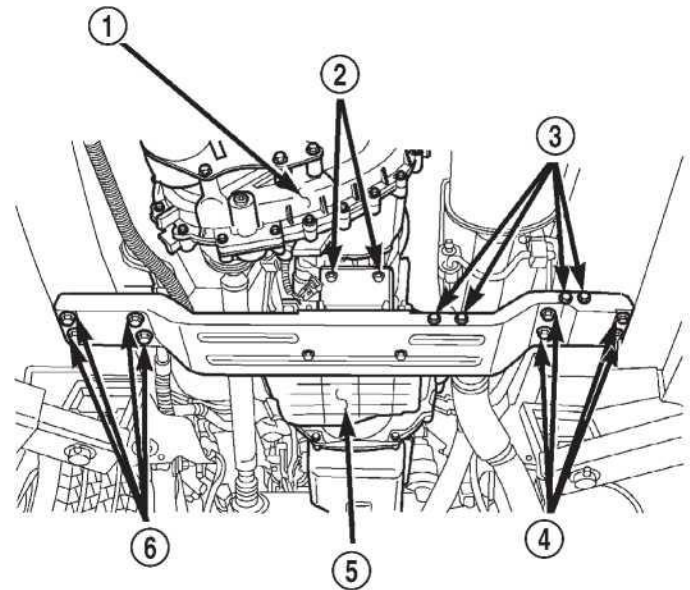

Рис. 26 Поперечина поддержки передачи
(21) Установите верхние шесть болтов bellhousing. Закрутите болты к 102 N-m (75 футов lbs.).
(22) Повысьте сборку передачи назад в позицию и установите восемь стопорных болтов поперечины передачи (Рис. 26). Закрутите болты к 41 N-m (30 футов lbs.).